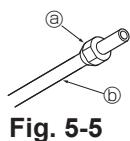

Fig. 5-5
5.2.3. Поставяне на гайка (Fig. 5-5)